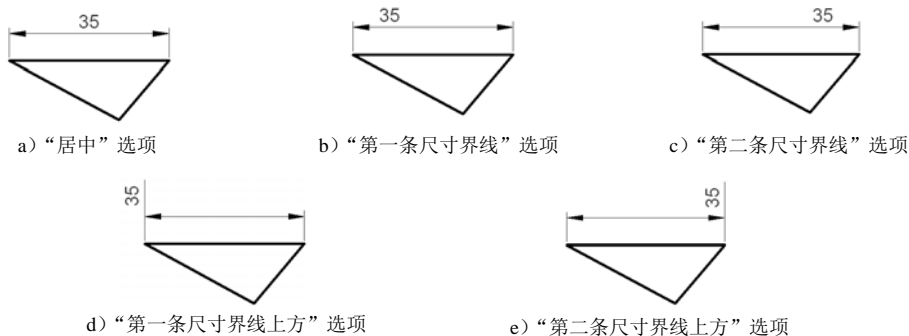

图 8.2.10 设置文字水平位置
- **水平 (O)**: 下拉列表: 用于设置标注文字相对于尺寸线和尺寸界线在水平方向的位置, 其中有“居中”“第一条尺寸界线”“第二条尺寸界线”“第一条尺寸界线上”及“第二条尺寸界线上”选项。图 8.2.10 显示了上述各位置的情况。
- **从尺寸线偏移 (O)**: 文本框: 用于设置标注文字与尺寸线之间的距离。如果标注文字在垂直方向位于尺寸线的中间, 则表示尺寸线断开处的端点与尺寸文字的间距。若标注文字带有边框, 则可以控制文字边框与其中文字的距离。